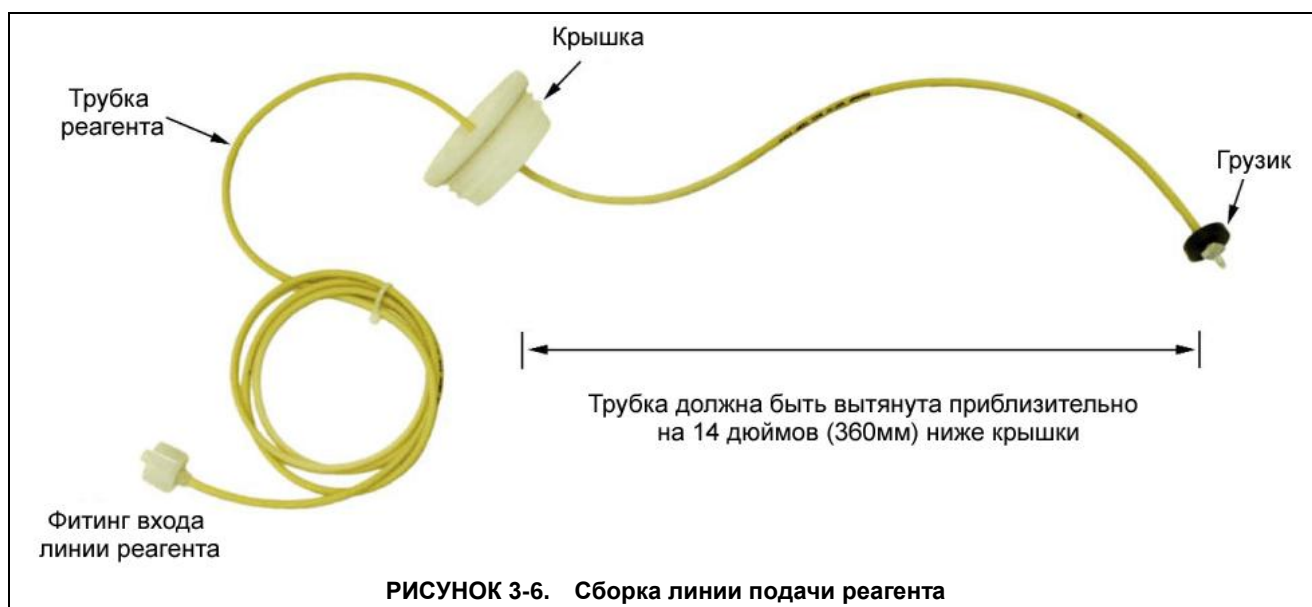

РИСУНОК 3-6. Сборка линии подачи реагента
5. Трубка и фитинг для линии реагента находятся в пластиковом пакете, прикрепленном к внутренней части дверцы корпуса. Фитинг линии реагента прикручивается к фитингу переборки в левой нижней части корпуса. Трубка линии реагента пропускается через отверстие в крышке баллона реагента. Пластиковый грузик должен находиться внутри баллона при закрытой крышке. Трубка линии реагента присоединяется к зазубренному фитингу. См. рисунок 3-6.